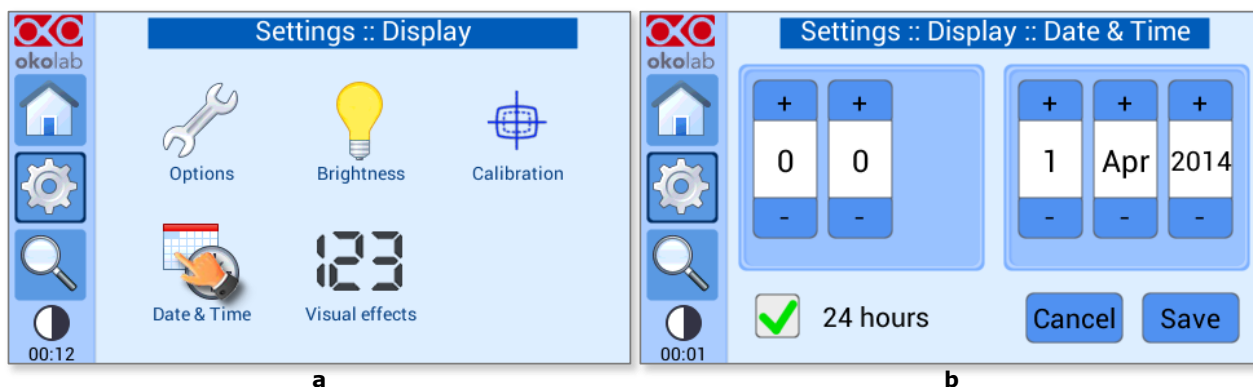

Figure 67. Sélectionner la configuration de la date et de l'heure
- 1 Appuyez sur l'icône *Date & Time* (Date et heure) , voir Figure 67(a)
- 2 Définissez les valeurs, comme indiqué dans la Figure 67(b)